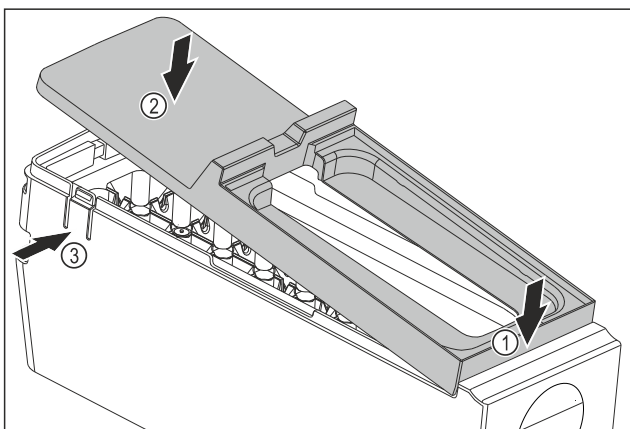

Fig. 85
- ▶ Monter dekselet til hoveddelen til EasyTwist-Ice: Fest dekselet foran. Fig. 85 (1)
- ▶ Senk dekselet bak. Fig. 85 (2)
- ▷ Dekselet går hørbart i inngrep i begge tappene Fig. 85 (3).